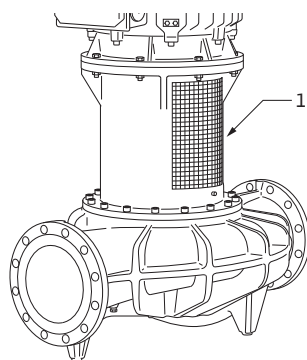

Fig. 31 : Disposition de la plaque signalétique de la pompe
la fig. 31, pos. 1 montre l'emplacement de la plaque signalétique de la pompe.